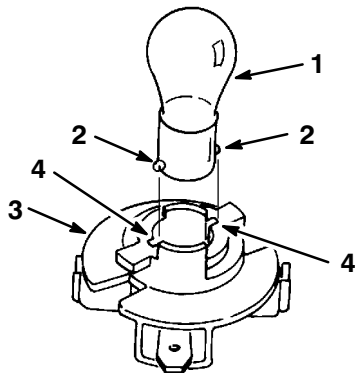

Figure 35
- Poussez sur l'ampoule pour la tourner à fond vers la gauche (env. 1/4 tour) et retirez-la de l'embase (Fig. 35).
1. L'embase de l'ampoule est munie d'ergots métalliques de part et d'autre. Alignez ces ergots face aux fentes de l'embase et insérez le culot dans la douille de l'embase (Fig. 35). Poussez sur l'ampoule et tournez-la à fond vers la droite.